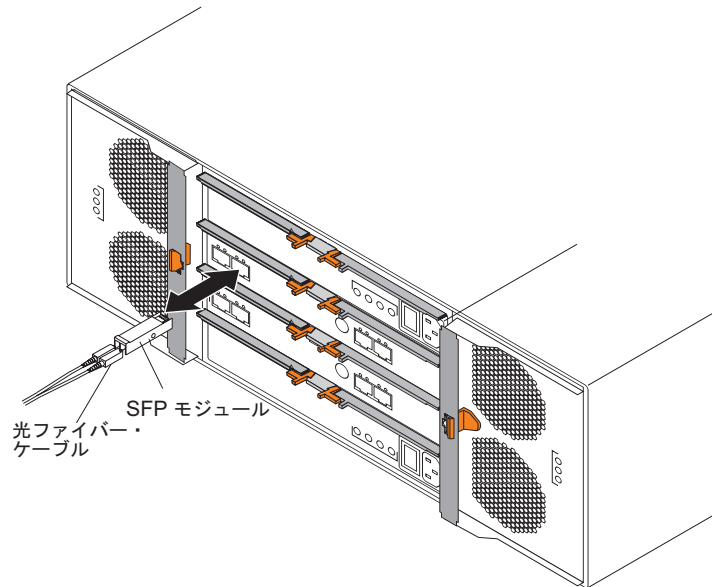

図 26. EXP5060 への SFP モジュールの取り付けおよび LC-LC ケーブルの接続
3. 57 ページの図 26 に示すように、EXP5060 の背面にある SFP ポートに SFP モジュールを取り付け、LC-LC ケーブルのもう一方の端を SFP モジュールに接続